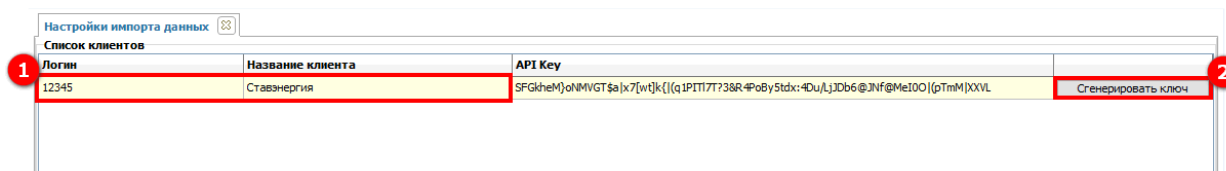

Рисунок 249 – Импорт данных – Генерация ключа
Для внесения параметров организации необходимо нажать на ячейки для заполнения полей **Логин** и **Название клиента** и внести данные логина и наименования организации, которая в дальнейшем будет осуществлять передачу данных (1) (см. рисунок 249). Далее для автоматической генерации ключа доступа нажимаем кнопку **Сгенерировать ключ** (2). Сгенерированный ключ автоматически будет отражен в поле **API Key**.